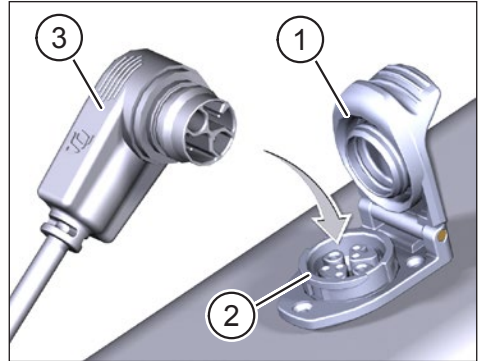

Abb. 2: Integrierter Akku laden
- ▶ Öffnen Sie die Abdeckung (Pos. 1 in Abb. 2) am Ladeport (Pos. 2 in Abb. 2) im Fahrradrahmen.
- ▶ Richten Sie den Ladestecker (Pos. 3 in Abb. 2) des Chargers so aus, dass die Steckerodes von Ladestecker und Ladeport übereinstimmen (siehe Abb. 2).